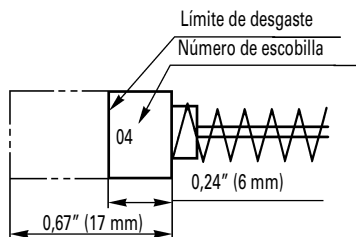

Fig. 23
4. Inspección de las escobillas: (Fig. 23)
NOTA: Utilice la escobilla N° 04 de HITACHI indicada en la Fig. 23.